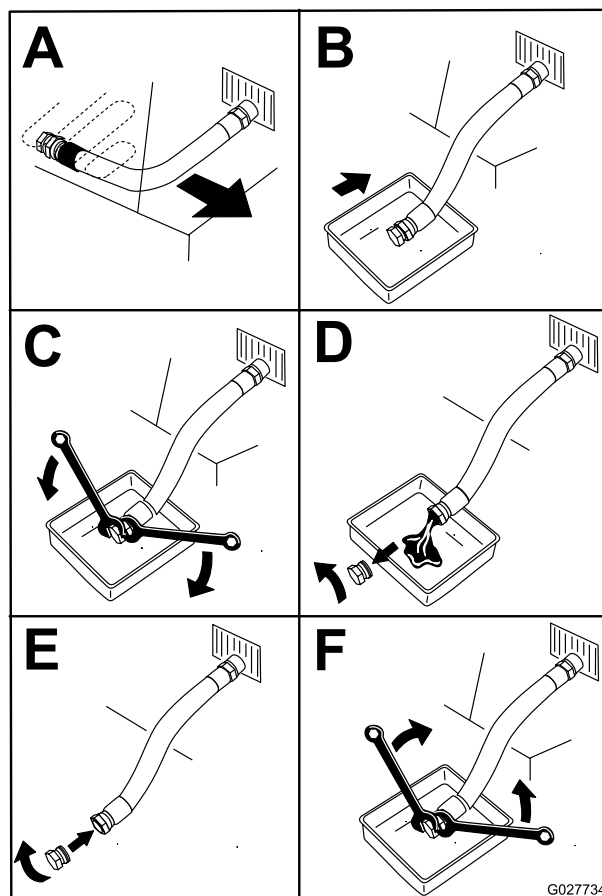

Figura 55
5. Drene el aceite del motor (Figura 55).